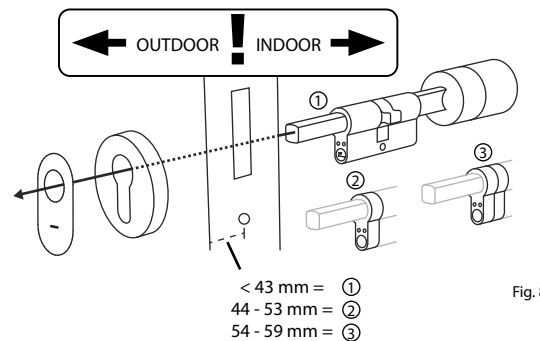

Fig. 8
- ⑤ Deslice el cilindro desde la parte interior de la puerta hacia afuera de la cerradura empotrable de la puerta. Deslice la cubierta de la cerradura de emergencia en el exterior sobre el eje de la cerradura (Fig. 8).